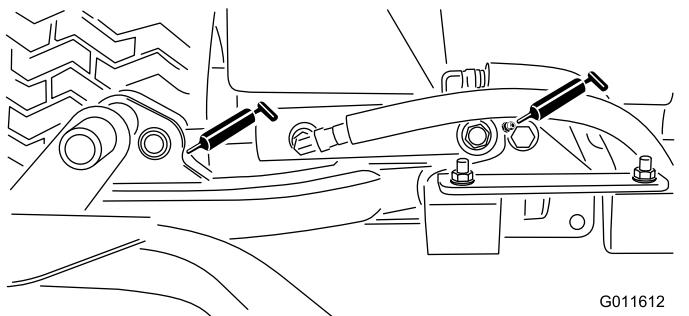

図 44
- 昇降アームのシリンダ各アームに2ヶ所 図 44
- 昇降アームのピボット各アームに1ヶ所 図 44